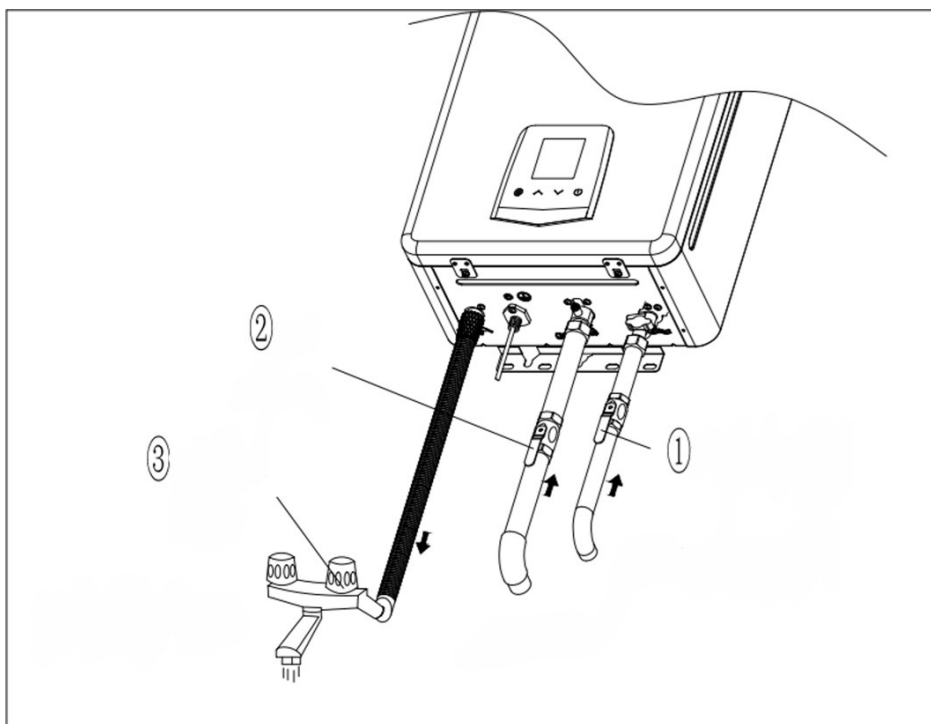

Fig. 14
(1) Cuando se encuentra frente al calentador de agua, la entrada de agua fría se encuentra a su derecha y la salida de agua caliente a su izquierda. Aunque las tuberías de agua de su instalación no sean de cobre, le recomendamos que utilice tuberías de cobre de al menos 0,92 m antes y después del calentador de agua (cumpla con las normas locales). El diámetro de la tubería de entrada de agua debe ser de al menos 1/2 pulgada para permitir un caudal máximo.
(2) Recuerde que la presión del agua debe ser suficiente para activar el calentador cuando se extrae agua caliente en la última planta. Si se invierten las conexiones de agua caliente y fría del calentador, este no funcionará. Las conexiones de cobre o latón de 1/2 pulgada son las más adecuadas para los conectores. Los conectores flexibles facilitan la instalación y garantizan la estanqueidad de la válvula de agua gracias a una junta tórica en la unión. No utilice pasta selladora ni cinta selladora en esta conexión. Asegúrese de que no haya partículas ni suciedad en las tuberías. (Fig. 14)
(3) La presión del agua debe ser suficiente para activar el calentador; la presión máxima para el aparato es de 14 bares, incluso teniendo en cuenta los efectos de la dilatación del agua, y la presión del agua en el aparato no debe superar este valor.